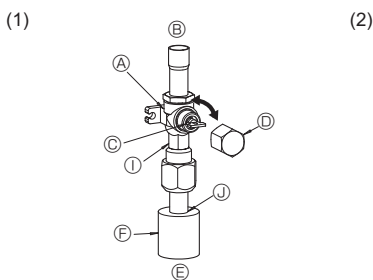
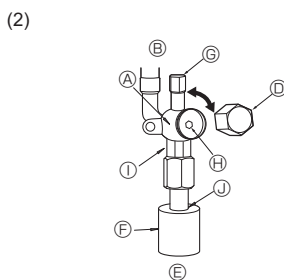

Fig. 4-6
Fig. 4-7
- (1) Lato gas (Fig. 4-6)
- ① Rimuovere il cappuccio, tirare la maniglia verso di sé e ruotare di 1/4 di giro in senso antiorario per aprire.
- ② Assicurarsi che la valvola d'arresto sia completamente aperta, spingere in dentro la maniglia e riportare il cappuccio alla posizione originale.
- (2) Lato liquido (Fig. 4-7)
- ① Togliere il cappuccio e girare fino a quando è possibile l'asta della valvola in senso antiorario utilizzando una chiave esagonale da 4 mm. Smettere di girare quando si urta l'otturatore. (Ø9,52: circa 10 giri)